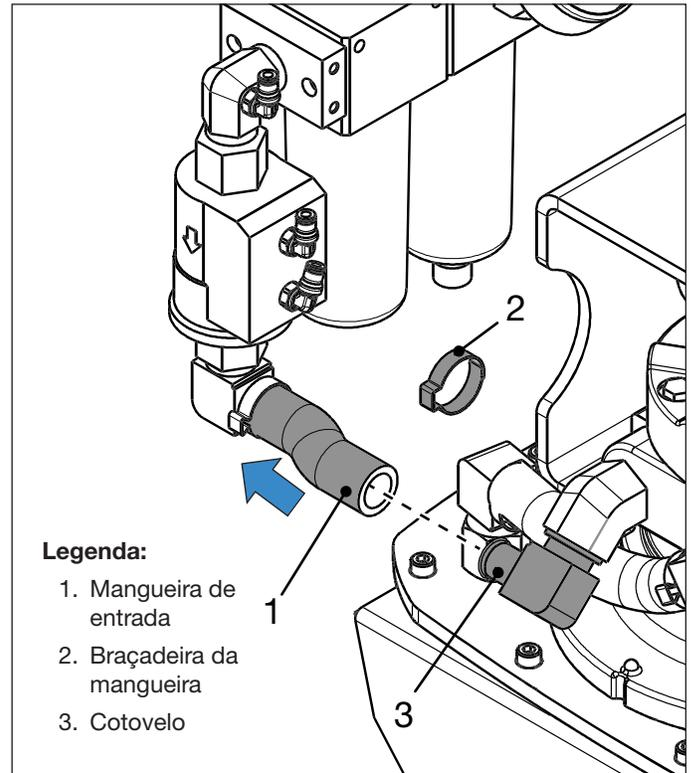

Figura 15: Mangueira de entrada do motor a ar
6. Remova a braçadeira e a mangueira de entrada do cotovelo na porta de entrada do motor a ar. Veja Figura 15.
20. Posicione o conjunto de filtro/regulador/lubrificador dentro do skid de proteção. Conecte a mangueira de entrada do motor a ar no cotovelo na porta de entrada do motor a ar. Prenda com uma nova braçadeira. Veja Figura 15.